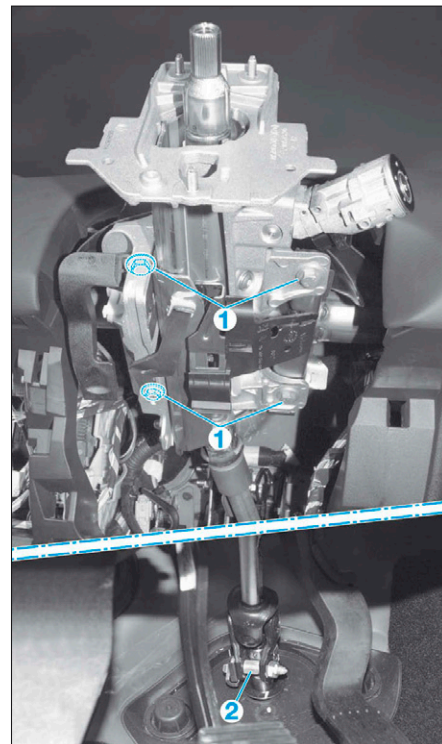

FIG. 37
- Procéder à la dépose du tube-enveloppe de colonne de direction maintenue à sa partie supérieure par les 4 vis (1) et au niveau du pignon d'attaque sur la crémaillère par le boulon de cardan (2) (Fig.37).